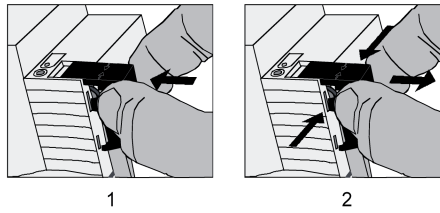

Bild 6: Abdeckkappe für Busanschluss anbringen / entfernen
- Abdeckkappe anbringen: Die Abdeckkappe wird über die Busklemme geschoben, bis sie spürbar einrastet (Bild 6).
- Abdeckkappe entfernen: Die Abdeckkappe wird entfernt, indem sie seitlich leicht eingedrückt und nach vorne abgezogen wird (Bild 6).